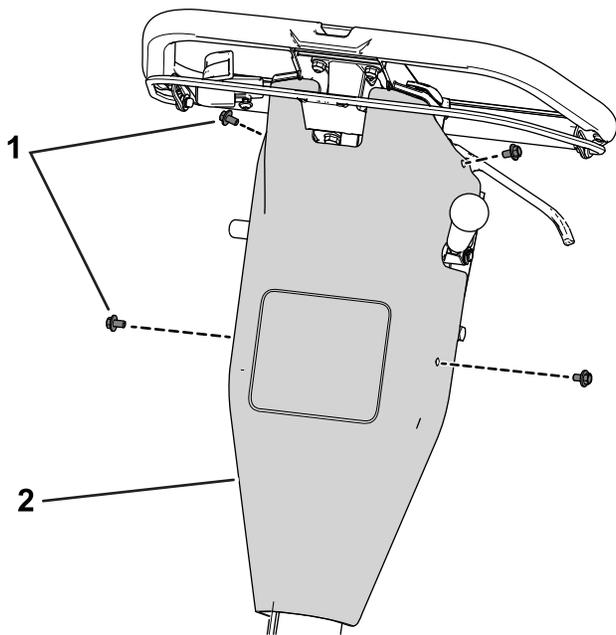

Bild 43
- B. Entfernen Sie die Abdeckung der Bedienelemente, indem Sie die Schrauben entfernen, mit denen die Abdeckung an der Rückseite befestigt ist (**Bild 43**).